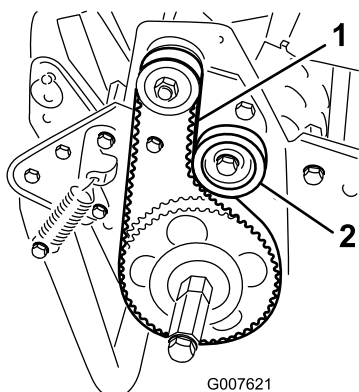

Figura 38
2. Controllate la tensione premendo la cinghia al centro tra le pulegge (Figura 38) con una forza di 18–22 N.
- A. Allentate il dado di fissaggio della puleggia tendicinghia e ruotate la puleggia in senso orario verso il retro della cinghia, fino a ottenere la tensione desiderata (Figura 38).